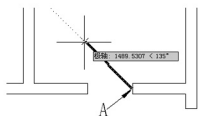
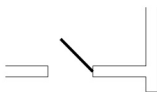

图 2.79 门扇的拖动方向
图 2.80 绘制出的门扇
(2) 单击【绘图】工具栏上的【多段线】图标或在命令行输入“PL”并按 Enter 键，启动【多段线】命令。
- ① 在指定起点：提示下，捕捉如图 2.79 所示的 A 点作为线的起点。
- ② 在当前线宽为 0.0000，指定下一个点或 [圆弧(A)/半宽(H)/长度(L)/放弃(U)/宽度(W)]：提示下，输入“W”后按 Enter 键。
- ③ 在指定起点宽度 <0.0000>：提示下，输入“50”。
- ④ 在指定端点宽度 <0.0000>：提示下，输入“50”，这样就将线宽改为“50”。
- ⑤ 按 F10 键，打开【极轴】功能。
- ⑥ 在指定下一个点或 [圆弧(A)/闭合(C)/半宽(H)/长度(L)/放弃(U)/宽度(W)]：提示下，将光标向左上方拖动，出现虚线和 135° 提示后(如图 2.79 所示)，输入“1000”并按 Enter 键结束命令。这样就绘制出线宽为 50mm、长度为 1000mm、与 X 轴正向夹角为 135° 的门扇，结果如图 2.80 所示。